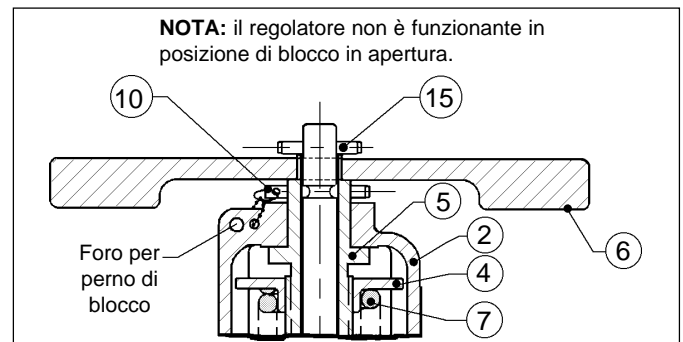

Figura 1: Camera molla in posizione di bloccaggio in apertura.
3. Rimuovere il perno di bloccaggio in apertura (10) dal foro portaperno sulla camera molla (2). (Vedi Figura 1).
4. La pressione interna del sistema deve essere a/vicino a 0 psig (0 Barg). Ciò assicurerà che l'otturatore sia completamente aperto (1.2). **NOTA:** non cambiare l'impostazione della molla di regolazione (7) ruotando la maniglia a T (6).
5. Inserire il perno (10) e spingere la maniglia a T (6); sollevare o spingere verso il basso per fissare il perno (10) attraverso la vite di regolazione (5).